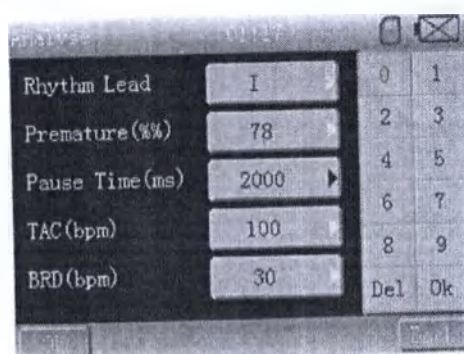

Рис. 13-6-3
(2) Время паузы: нажмите соответствующую кнопку, чтобы вызвать интерфейс, как показано на рис. 13-6-3.